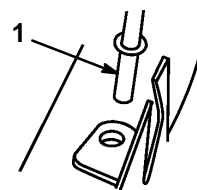

Figure 37
5. Insérer la tige de support de l'éjecteur dans le trou prévu du côté droit du plateau (Fig. 37).